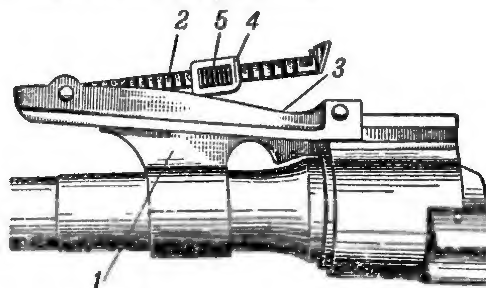

Рис. 10. Прицел:
11. Прицел (рис. 10) служит для придания винтовке соответствующих углов прицеливания. Он состоит из колодки прицела, прицельной планки, пружины прицельной планки, хомутика и защелок хомутика с пружинами.